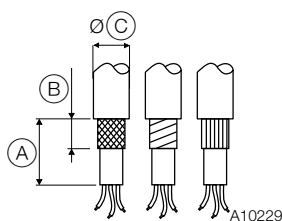

Рис. 1. Изоляция кабеля подключения
2. Изолируйте кабель согласно Рис. 1.